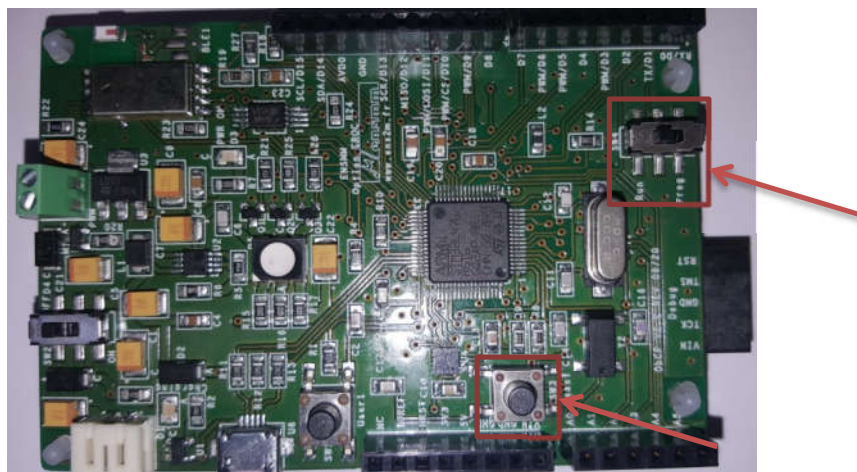

Figure 190 : Configuration de l'ObcP pour lancer le programme téléversé avec STM32CubeProgrammer.
**Étape 4 :** Mettre l'ObcP en mode **Run** (SW4) et appuyer sur le bouton-poussoir **SW3 reset**, Figure 190. Le programme doit se lancer... le port USB peut être utilisé pour une communication (**Virtual Com port** par exemple).